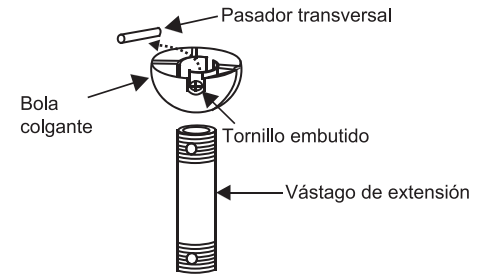

Fig. 9
Paso 6. Retire la bola colgante del ensamblaje del vástago de extensión aflojando el tornillo embutido, desatornillándolo y retirando el pasador transversal y deslizando la bola hasta sacarla del vástago. (Fig.9)